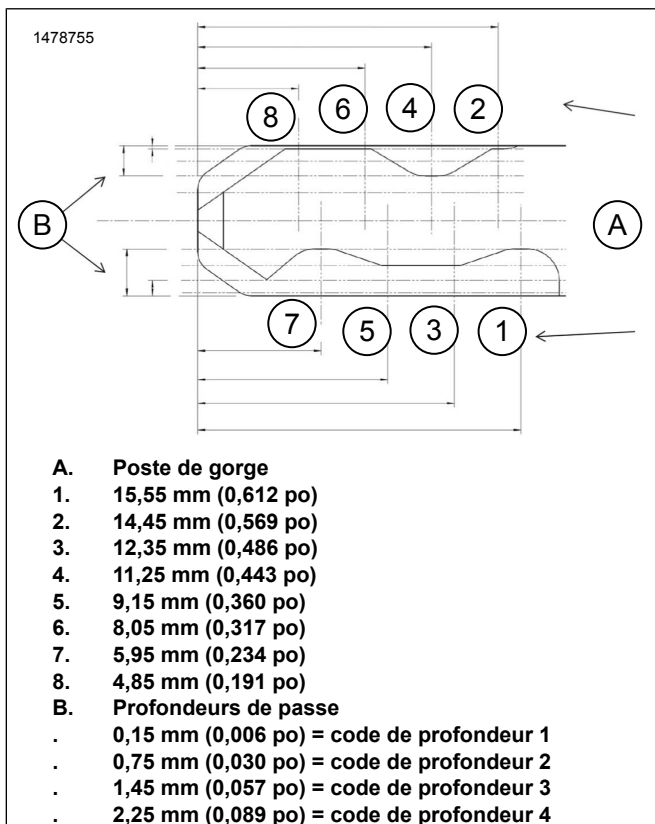

Figure 4. Diagramme de codes de clés
1. Voir la Figure 4. Sur la Équipement d'origine (OE) clé du véhicule, déterminer la profondeur de passe à chaque poste de clé.
3. Voir le tableau 3. Inscrire les codes de profondeur de passe des clés de Figure 4 en fonction des profondeurs mesurées.